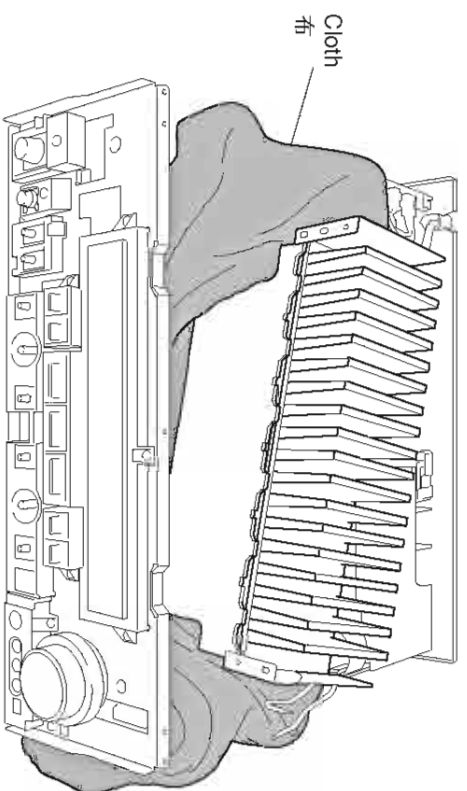

Fig. 6
- Put a Cloth over the equipment. Put the MAIN (1), (5), and POWER (1), (2) P.C.B.s together with the heat sink upright on the Cloth and check them. (Fig. 6)
- 布を敷きます。その上にMAIN(1)、(5)、POWER(1)、(2) P.C.B.をヒートシンクと一緒に立ててチェックします。(Fig. 6)